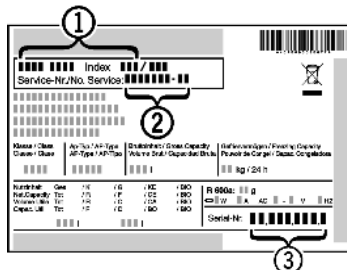

Fig. 54
- Odczytać z tabliczki znamionowej oznaczenie urządzenia Fig. 54 (1), nr serwisowy Fig. 54 (2) oraz numer seryjny Fig. 54 (3). Tabliczka znamionowa znajduje się po lewej stronie wewnątrz urządzenia.